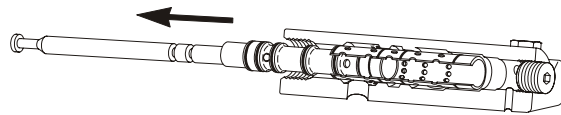
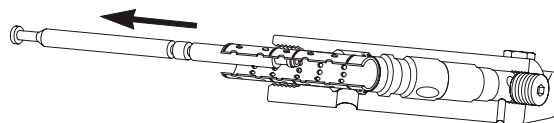
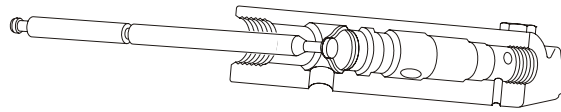

图 1.在套筒中的第二排的孔中插入工具，并且如有必要，使用螺丝起子撬开。
图 2. 直接拉出
图 3. 通过缓冲垫片的中心插入缓冲垫片钩，将其直接拉出。
2. 如有必要，使用图1，图 2 和图 3 中所示的工具 P/N 28584 拆下套筒和缓冲垫片（套筒内部端头，橡胶面垫片）。